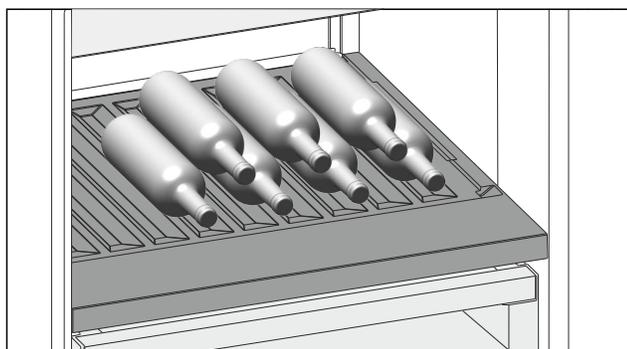

Fig. 109
- ▶ Placer les bouteilles avec le fond orienté vers la paroi arrière de l'appareil. (voir Fig. 109)